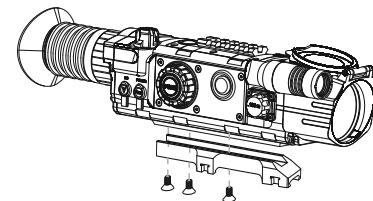

Fig. 2
- Fissare l'attacco alla base del cannocchiale con le viti e la chiave esagonale (Fig.2).